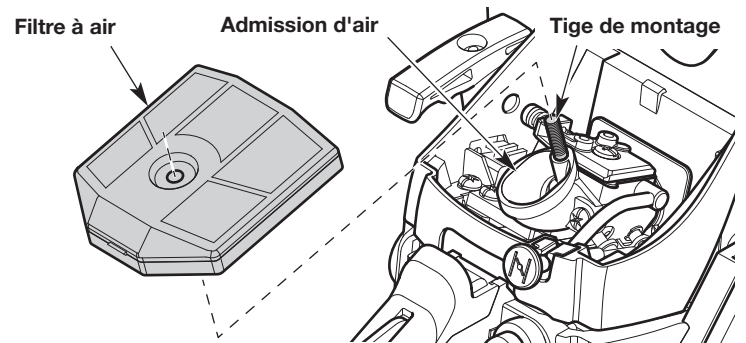

Fig. 43
3. Déposer le filtre à air (Fig. 43).
5. Remettez le filtre à air sur la tige de montage (Fig. 43). Assurez-vous que l'ouverture dans le filtre à air tient bien dans la prise d'air (Fig. 43).